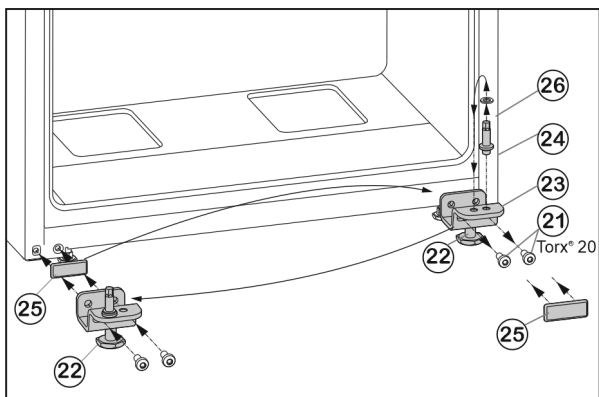

Fig. 7
- ▶ Bevestigingsschroeven Fig. 7 (21) losschroeven.
- ▶ Onderste scharnierplaat Fig. 7 (23) volledig met scharnierbouten Fig. 7 (24), schijf Fig. 7 (26) en stelvoet Fig. 7 (22), verwijderen.
- ▶ Scharnierbouten Fig. 7 (24) volledig met schijf Fig. 7 (26) losschroeven, terugplaatsen in het tegenoverliggende opnamegat van de scharnierplaat en weer vastschroeven.
- ▶ Afdekplaat Fig. 7 (25) voorzichtig verwijderen en terugplaatsen op de andere zijde.
- ▶ Onderste scharnierplaat Fig. 7 (23) volledig met scharnierbouten Fig. 7 (24), schijf Fig. 7 (26) en stelvoet Fig. 7 (22) weer op de nieuwe scharnierzijde evt. met behulp van een accuboormachine **vastschroeven (met 4 Nm)**.
- ▶ Deur van bovenaf op de scharnierbouten Fig. 7 (24) plaatsen.
- ▶ Stelvoet Fig. 7 (22) uit de onderste scharnierplaat Fig. 7 (23) draaien totdat deze op de grond ligt.